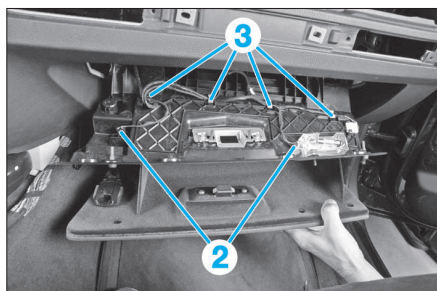

FIG. 6
- Débrancher les connecteurs électriques (2) et dégager le câble du guide (3) (Fig.6).